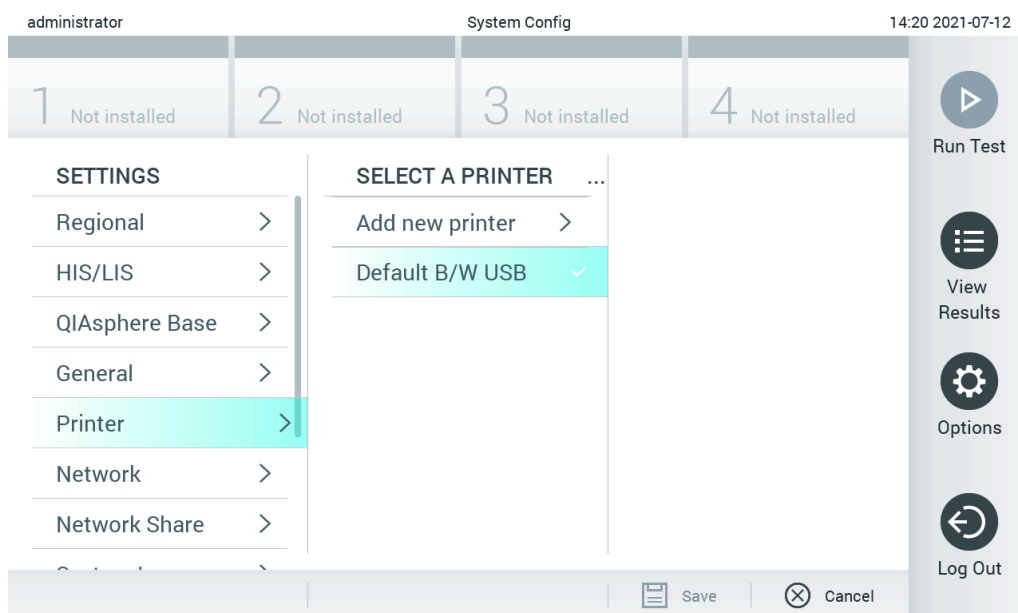

図 100.デフォルトドライバーを使用するプリンターのインストール
2. Default B / W USB というデフォルトプリンターを選択します（図 100）